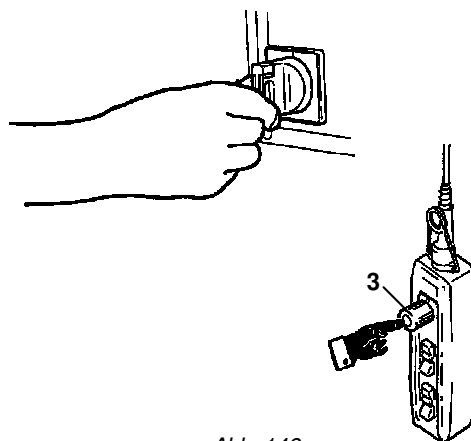

Abb. 146
2. Unterbrechen Sie die Betriebsspannung des E-Zugs, indem Sie den Not-Aus-Taster -3- drücken und den Hauptschalter auf "O" oder "OFF" stellen. Begeben Sie sich unter den nötigen Sicherheitsvorkehrungen in den Arbeitsbereich und bewahren Sie die Druckknopfplatte in der Höhe auf, um zu vermeiden, dass sie vom Boden aus betätigt werden kann (Abb. 146).